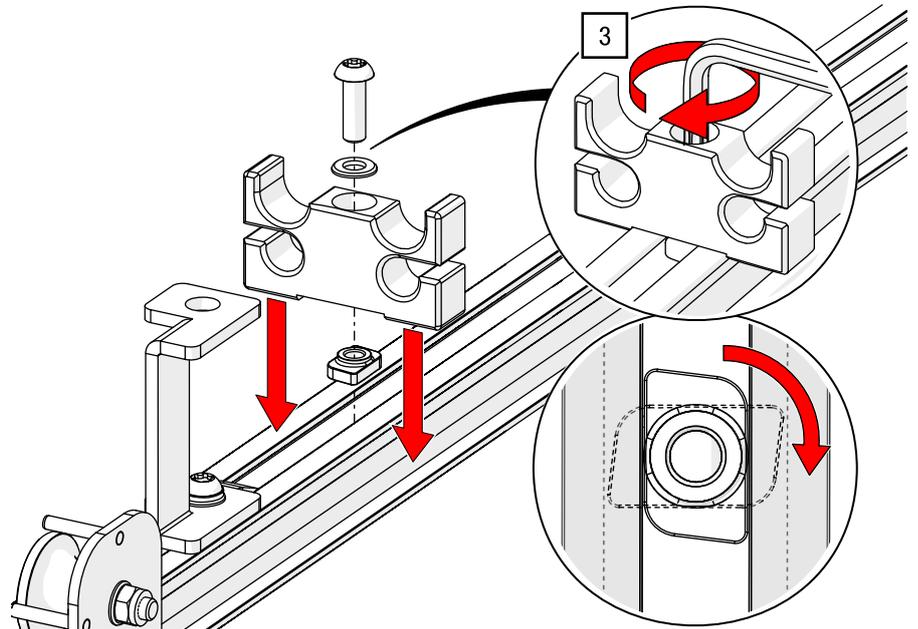

Abb. 104: Doppelt obenliegende Seilführung – Seilführung gerade montieren
- Positionieren Sie jeweils eine der geraden Seilführungen in der Nähe der Abhängungen, verteilen Sie den Rest am verbleibenden geraden Schienenteil und ziehen Sie die Schraube mit einem TORX®-Schlüssel T40 und 27 Nm an (siehe Abb. 104).